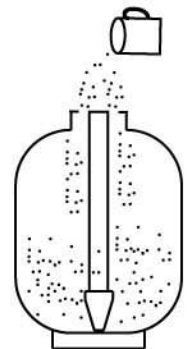

图3
3、可用漏斗等工具将树脂从中心管周围的敞口处，灌入树脂罐中，注意不要将树脂灌入中心管内，并保持中心管顶部始终在树脂罐罐口中央，树脂的高度约为罐体高度3/4左右即可(预留1/4的反冲洗空间)。(图3)